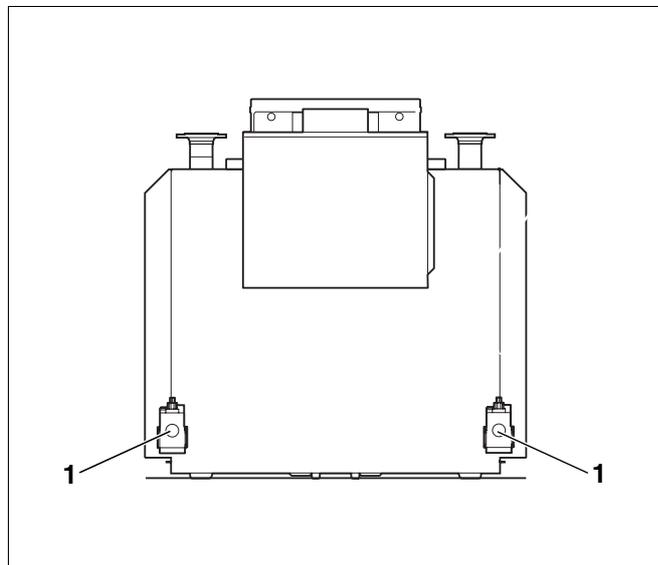

Fig. 3 Realizzazione del collegamento del gas (visto da dietro)
- Collegare la tubazione del gas, senza tensioni meccaniche, all'attacco gas (fig. 3, **pos. 1**).